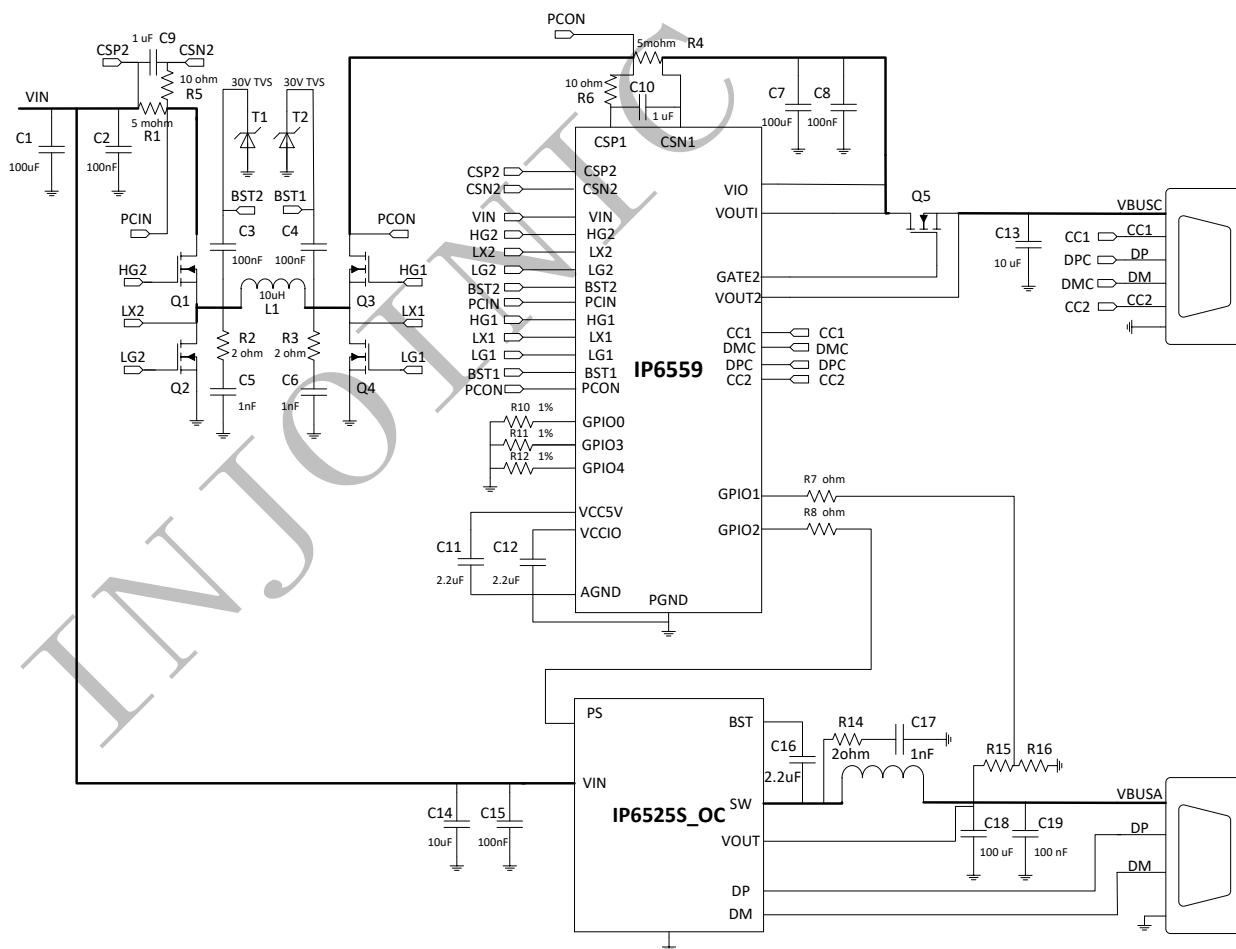

图 11 IP6559 + IP6525S_OC 做 USB-A 和 USB-C 双口智能调节输出功率的典型应用原理图
3. 图 11 中, 调节接地电阻 R10/R11/R12 可以改变双口不同状态下的 IP6559 的 C 口 PDO, 如不需要对应状态降功率的功能, 不焊接 R11 或 R12 即可;